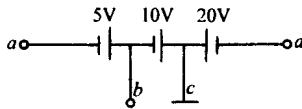

图 1-4 练习与思考 3 图
- 如图 1-4 所示，以 c 点为参考零点，求 a、b、d 各点的电位及电压  $U_{ab}$ 、 $U_{bd}$ 。如果以 a 点为参考点，各点的电位会怎样变化？重求电压  $U_{ab}$ 、 $U_{bd}$ 。